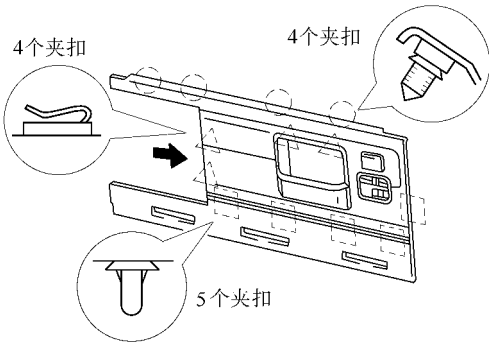

图 17-88 拆下侧加热器罩板
(1) 拆下后座位外侧安全带。
(2) 拆下侧加热器罩板。拆下两个螺钉，夹扣和罩板，如图 17-88 所示。